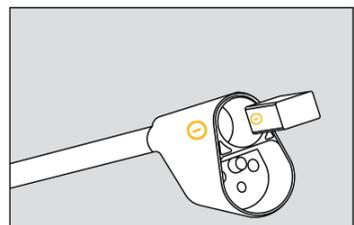

Abb. 4
- Entfernen Sie die alte Batterie und ersetzen Sie sie durch eine neue. Achten Sie darauf, dass Sie die neue Batterie polrichtig einsetzen (Seite 19 / Abb. 4).